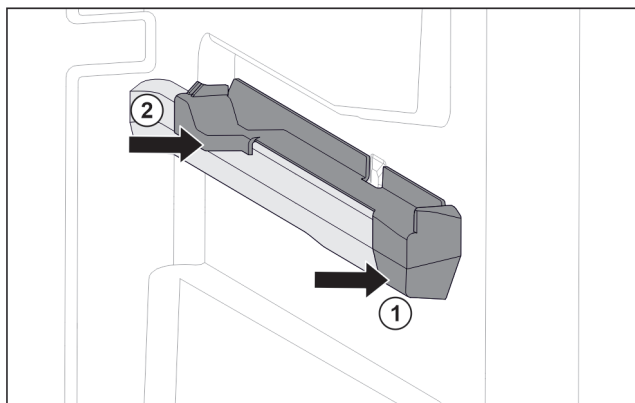

Fig. 115 Element nasadzany na prawym żebrze pojemnika
- Umieścić element nasadzany z przodu na żebrze pojemnika. Fig. 115 (1)
- Docisnąć element nasadzany z tyłu. Fig. 115 (2)